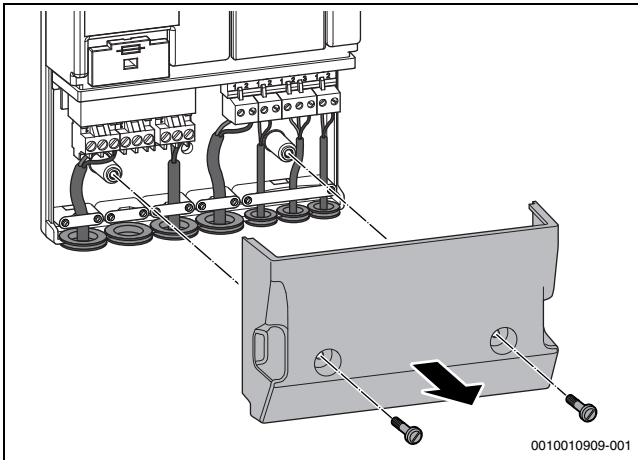

Bild 31 Funktionsmodul öffnen
- ▶ Abdeckung des Funktionsmoduls entfernen (→ Bild 31).